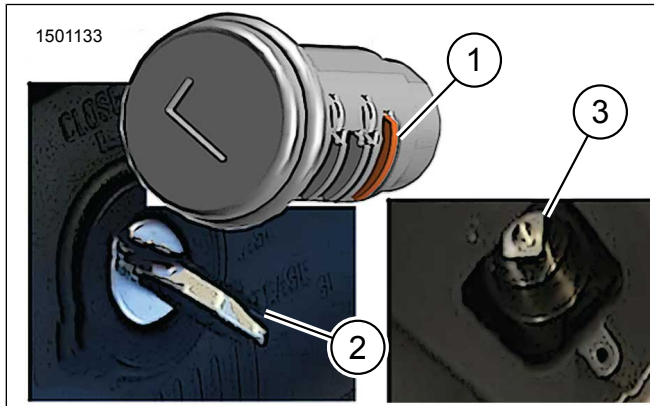

図8。タンブラーをリリース-リリースの位置
- 図8 ローターを配置し、リリースの位置に設定します。
- 図8ロックセットを取り付けます。